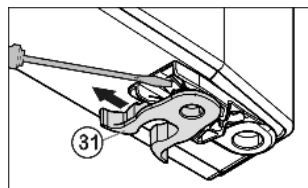

Fig. 6
- ▶ Spostare il Fig. 6 (31) morsetto a molla: Premere verso il basso il dentino antisfilamento, estrarre il morsetto a molla tirando verso l'alto.